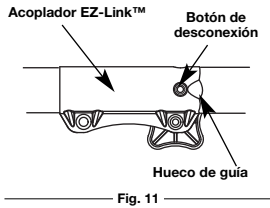

Fig. 11
2. Opima y sostenga el botón de desconexión (Fig. 11).
**NOTA:** La alineación del botón de desconexión con el hueco de guía facilitará la instalación (Fig. 11).